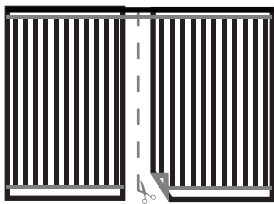

рис. 2 (разрез пленки)
7. Разрежьте термопленку на полосы нужного вам размера. Резать термопленку можно только по специальным линиям отреза, которые обозначены на термопленке и расположены через каждые 25 см. (рис. 2). Резать термопленку лучше на полосы максимально возможной длины (но не более 8 п. м.), чтобы уменьшить количество точек подключения.